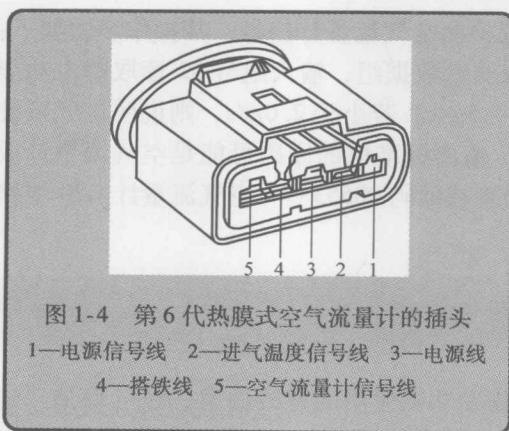
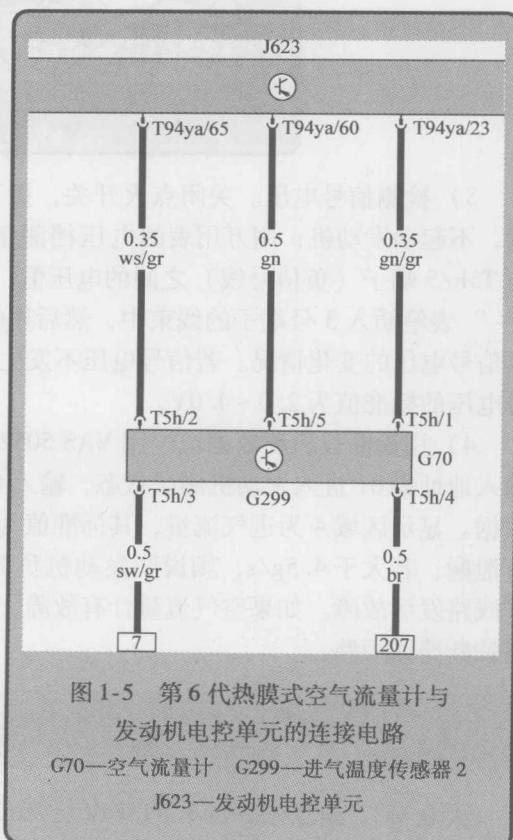

图 1-4 第 6 代热膜式空气流量计的插头
图 1-5 第 6 代热膜式空气流量计与发动机电控单元的连接电路
(2) HFM6 的检测 大众新迈腾 1.8TSI 发动机使用的是第 6 代热膜式空气流量计 G70 (HFM6)，用以测量发动机的进气量。图 1-4 所示为该空气流量计的插头，图 1-5 所示为该空气流量计与发动机电控单元 J623 的连接电路。